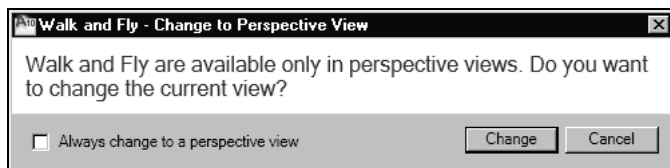

Рис. 8.6. Информационное окно с напоминанием о необходимости установки перспективного изображения модели
2. После вызова команды появляется информационное окно, в котором предупреждается, что режим обхода чертежа возможен только при перспективном изображении (рис. 8.6).